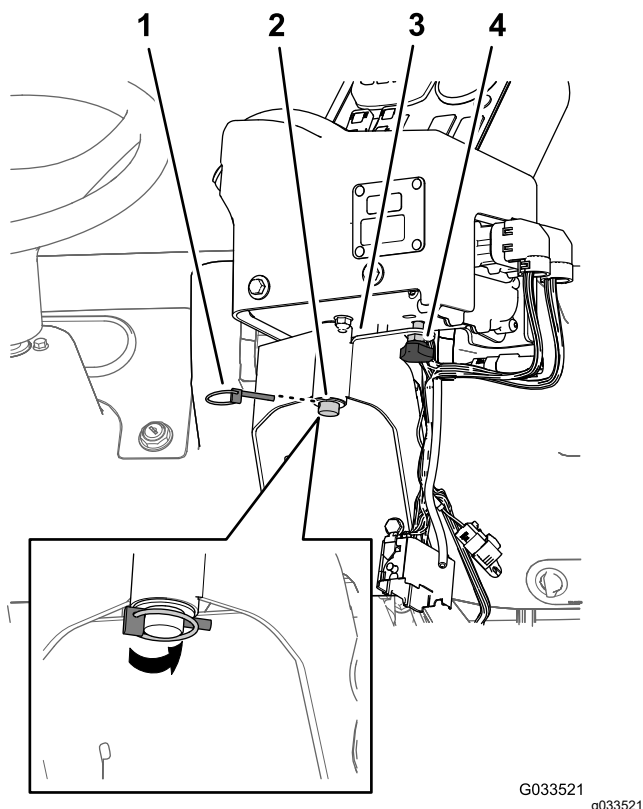

Figura 19
2. Instalați consola de comandă pe suportul de montaj al sistemului de control și fixați consola de comandă cu tiftul cu clemă și arc (Figura 19).
3. Instalați rozetă manuală și strângeți-o pentru a preveni rotirea consolei în timpul funcționării (Figura 19).